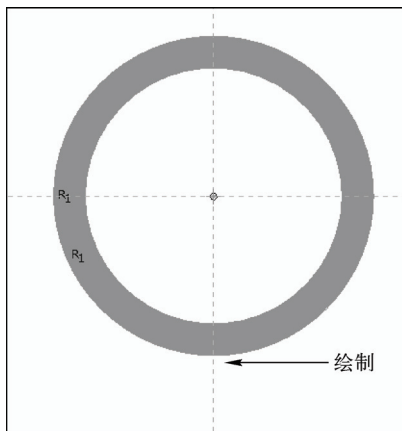

图 9-49 绘制草绘截面
STEP 03 打开“填充”选项卡,在绘图区中选择模型的底面作为草绘平面,进入草绘环境,单击“草绘”选项卡中的相应按钮,绘制草绘截面,如图 9-49 所示。